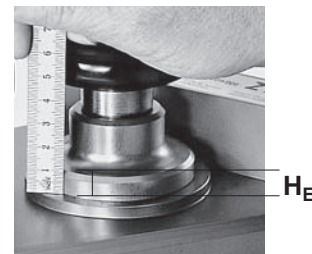

Fig. 6.1 Höhenunterschied messen
- Drehen Sie die Kurbel (12) im Gegenuhrzeigersinn zurück, bis ein leichter Widerstand entsteht (**Ausgangsposition**).
- Messen Sie den **Abstand H_A** zwischen dem höchsten Punkt der Geräteplatte (5) und der äusseren, oberen Kante des Kolbens (4) in dieser Position (siehe Fig. 6.1).
- Drehen Sie die Kurbel (12) anschliessend im Uhrzeigersinn, bis ein Widerstand entsteht (**Endposition**).
- Messen Sie den **Abstand H_E** in dieser Position (siehe Fig. 6.1).